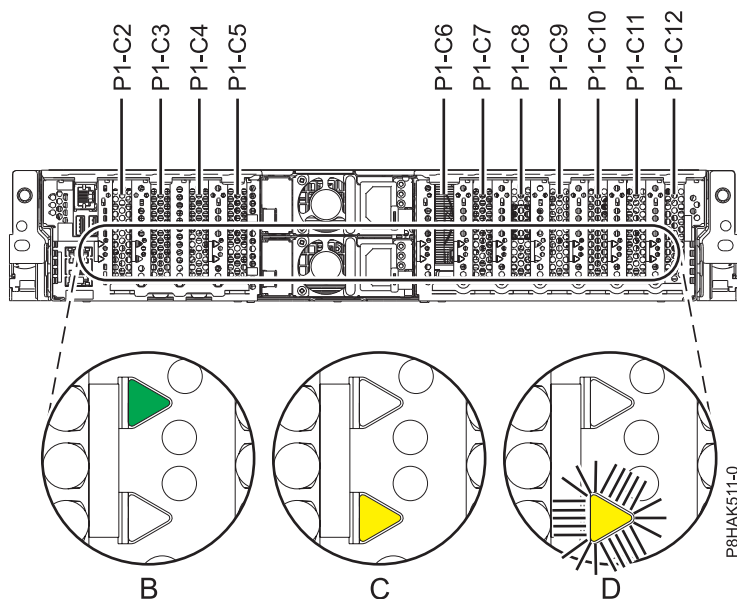

Abbildung 14. Positionen der PCIe-Adaptersteckplätze und LEDs in einem System vom Typ 5148-21L, 5148-22L, 8247-21L, 8247-22L, 8284-21A oder 8284-22A
Wenn Sie einen fehlerhaften PCIe-Adapter warten, suchen Sie nach der blinkenden gelben Anzeige für den fehlerhaften PCIe-Adapter, die Sie bei dem Schritt zum Ermitteln des fehlerhaften Teils auf Blinken gesetzt haben. In Abb. 14 auf Seite 27 wird der Status der LEDs angezeigt. Beachten Sie, dass die gelbe LED für den fehlerhaften PCIe-Adapter **blinkt**, wie unter (D) in Abb. 14 auf Seite 27 dargestellt.
Achtung: Wenn der PCIe-Adapter ordnungsgemäß funktioniert, ist die grüne Aktivitätsanzeige **AN** und die gelbe Fehler-LED **AUS**, wie unter (B) in Abb. 14 auf Seite 27 dargestellt. Versuchen Sie nicht, den funktionierenden PCIe-Adapter auszubauen.